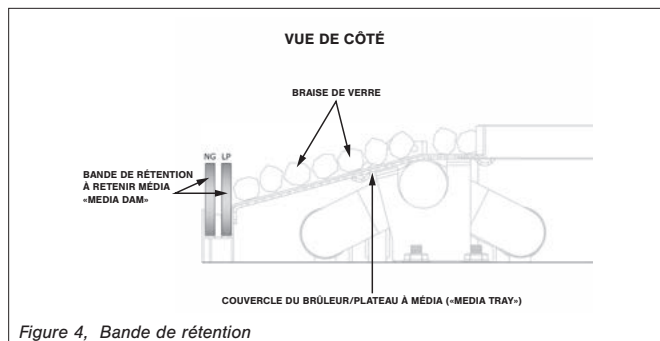

Figure 4, Bande de rétention
- Étape 2: Retirez et jetez (3) couvercle du venturi du brûleur.
- Étape 3: Réinstaller la bande de rétention à retenir média pour la position de gaz naturel. Voir la Figure 4 à la page 6.